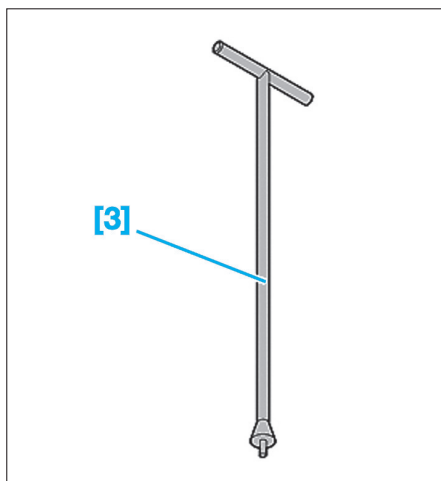

Fig. 22
- [3]. Tige d'obturation du cylindre de charge (réf : 4370-T) (Fig.22).